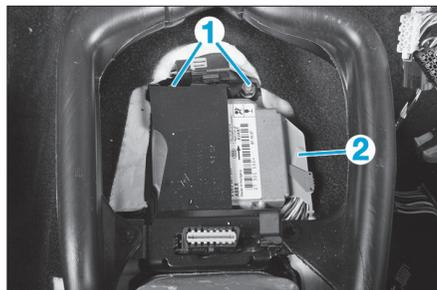

Fig. 11
- Déposer les écrous de fixation (1) du support du calculateur d'airbag (Fig.11).
- Débrancher le connecteur électrique (2).